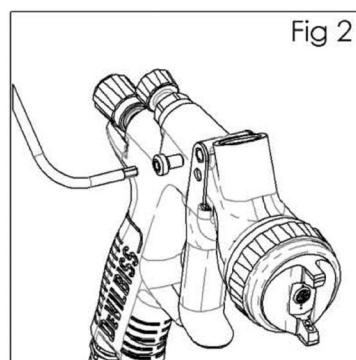

Fig 2
1. Retirez la vis de la gâchette (38) avec un outil Star T20. (Voir fig. 2)